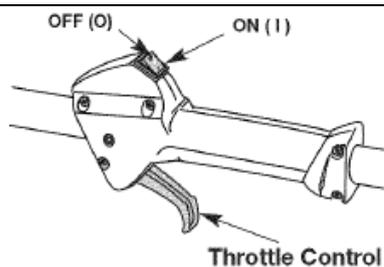

Рис. 10
**ПРИМЕЧАНИЕ:** нет необходимости включать устройство; переключатель управления запуском/отключением двигателя все время находится в положении ON (I) (Рис. 10).
2. Переместите и удерживайте переключатель управления запуском/остановкой двигателя в положении OFF (O), пока устройство полностью не остановится (Рис. 10).